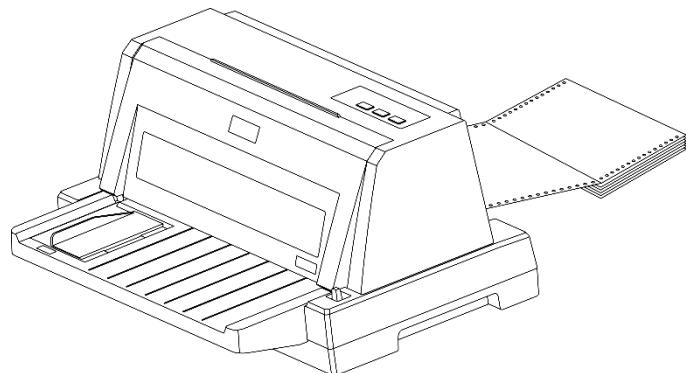

图 3
- 3) 如图3所示，将待打印的穿孔打印纸放置在打印机后面，打印纸的高度要低于打印机链轮。